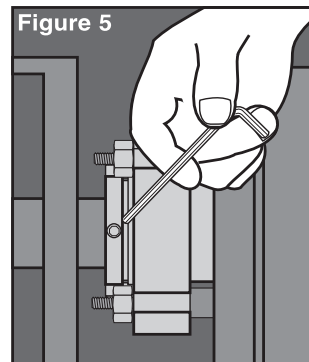

Figure 5
- 6.8 Lorsque la roue, l'arbre, l'accouplement et les paliers sont installés dans leur position de fonctionnement définitive, **serrer les vis de réglage sans tête de l'ISC** (13). Voir Figure 5.